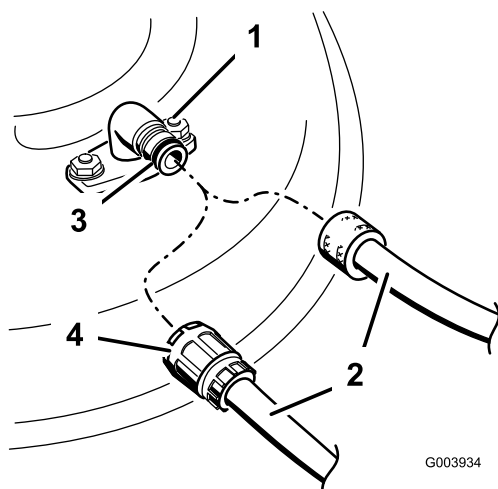

Рисунок 48
4. Подсоедините шланг к штуцеру промывки и поверните регулятор подачи воды в положение большого расхода (Рисунок 48).